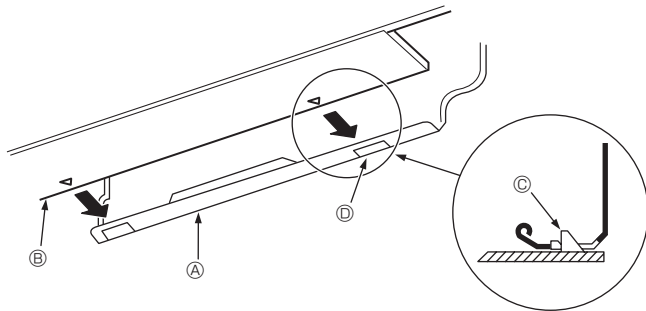

Fig. 3-15
3. Lors de l'insertion du tuyau de réfrigérant et le tuyau d'écoulement dans l'orifice mural d'insertion (manchette de pénétration), accrocher la partie supérieure de l'appareil intérieur sur la planche d'installation ①.
5. Fixer en poussant la partie inférieure de l'appareil intérieur sur la planche d'installation ①. (Fig. 3-15)
* Vérifier que les boutons en bas de l'appareil intérieur sont correctement maintenus sur la planche d'installation ①.
- ① Planche d'installation
- ② Appareil intérieur
- ③ Crochet
- ④ Orifice carré